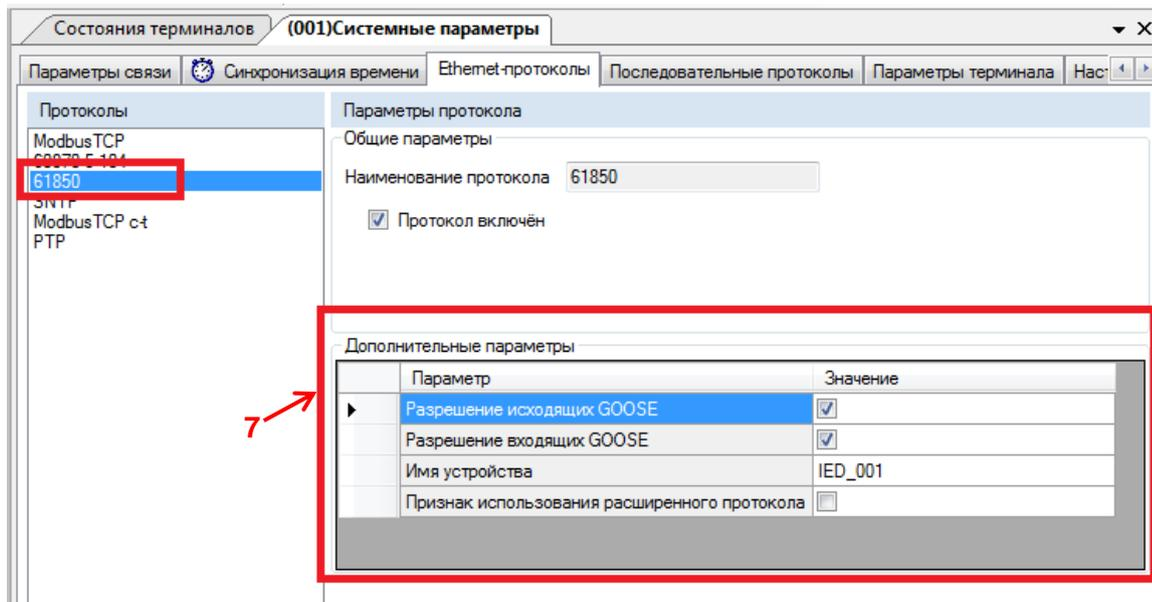

Рисунок 2 – Разрешение **исходящих и входящих GOOSE-сообщений**
3.1.1 Перед настройкой **исходящих GOOSE-сообщений** необходимо убедиться в том, что в разделе **Уставки** → **Системные параметры** → **Ethernet-протоколы** → **61850** включена опция **Разрешение исходящих GOOSE** (см. рисунок 2, обозначение 7).
3.2.1 Перед настройкой **входящих GOOSE-сообщений** необходимо убедиться в том, что в разделе **Уставки** → **Системные параметры** → **Ethernet-протоколы** → **61850** включена опция **Разрешение входящих GOOSE** (см. рисунок 2, обозначение 7). **Входящие GOOSE-сообщения** могут принимать аналоговые и дискретные данные. Для настройки **входящих GOOSE-сообщений** необходимо наличие в конфигурации терминала входных виртуальных блоков: дискретных и(или) аналоговых в соответствии с видом принимаемых данных.